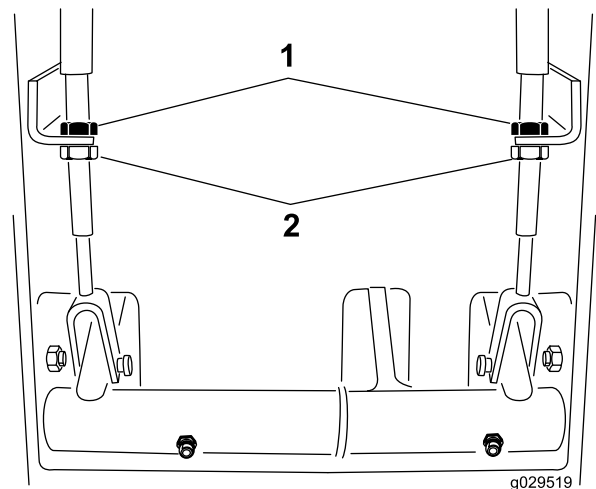

Bild 71
2. Ziehen Sie zum Reduzieren des Spiels der Bremspedale die Bremsen fester; lockern Sie dazu die vorderen Klemmmuttern am Gewindeende des Bremszugs (Bild 71).